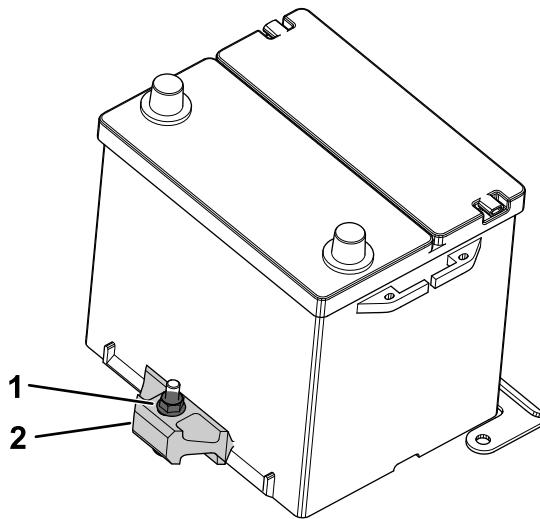

Figure 70
2. Desserrez le contre-écrou qui fixe le dispositif de retenue de la batterie et déposez la batterie de son support (Figure 70).
1. Placez la batterie sur son support et fixez-la au dispositif de retenue en serrant le contre-écrou (Figure 70).